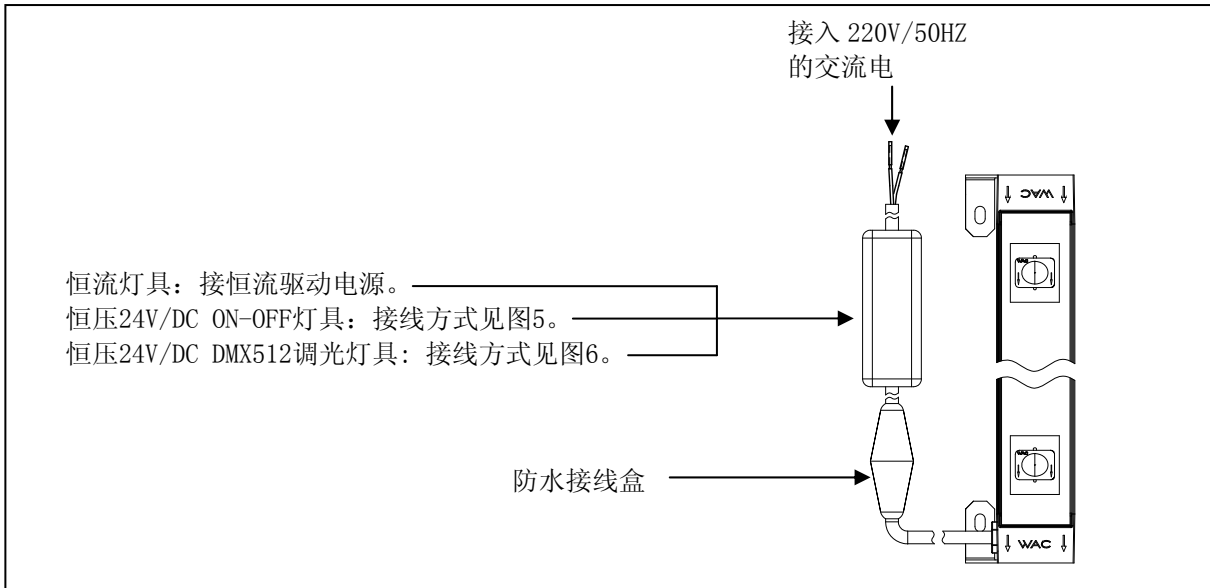

图 3
2. 从灯具中引出的电源线：恒流灯具和恒压24V/DC ON-OFF灯具是2芯线—棕线表示电源输入正，蓝线表示电源输入负；恒压24V/DC DMX512调光灯具是4芯线—棕线表示电源输入正，蓝线表示电源输入负，黑线表示DMX信号输入正，黄绿线表示DMX信号输入负；电源线通过接线盒与电源相连接，电源的输入端接入220/50HZ的交流电，如图1、图3所示。